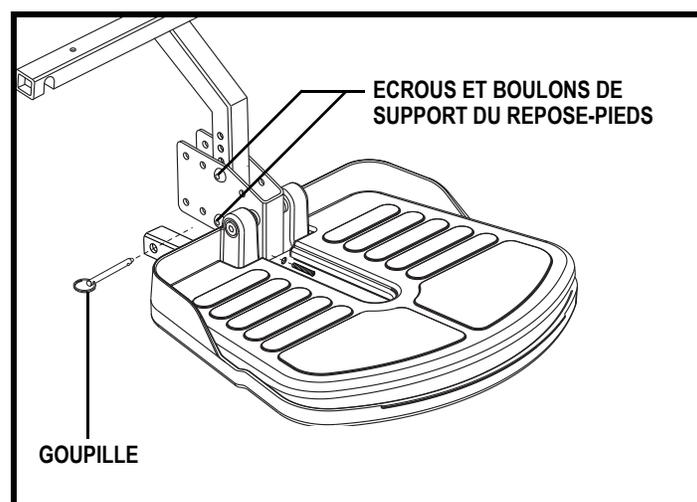

Figure 18. Hauteur du repose-pieds
1. Enlevez le boulon et l'écrou qui retiennent le repose-pieds. **Voir la figure 18.**